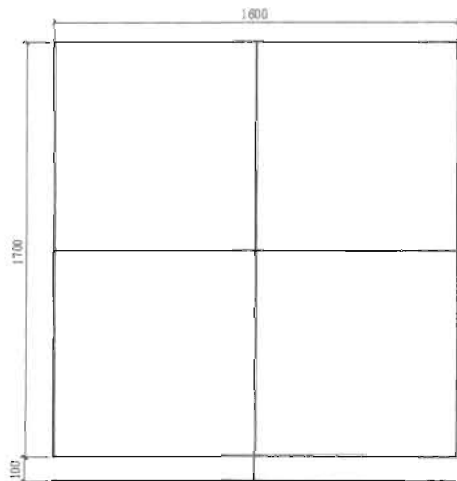

图 7-71
(4) 单击“绘图”工具栏中的“直线”按钮, 捕捉矩形的中点绘制出柜门的分割线, 如图 7-71 所示。